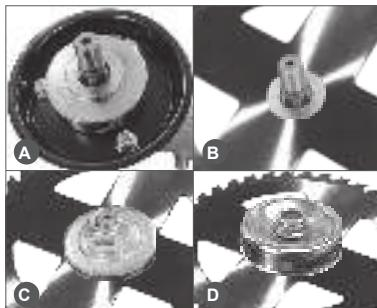

Рис. 5 Установка ножа
Установите на редуктор защитную шайбу (A) Рис.5. Установите на редуктор нож для травы (Рис.5В). При установке посадочное отверстие в ноже должно точно совпасть с выступом на шайбе. Установите прижимную шайбу ножа (Рис.5С). Установите ограничительную чашку и затяните гайку крепления ножа (Рис.5D).